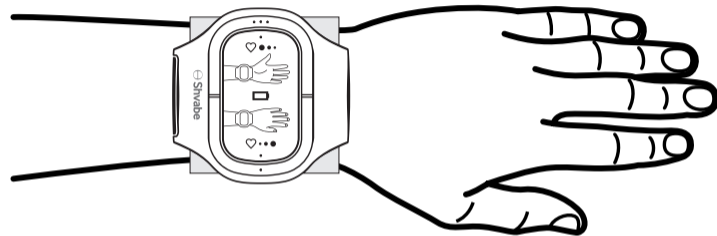

Рис.5. Положение электростимулятора на зоне TR-5 для пациентов с низким артериальным давлением
12.7.2. Зона TR-5 — зона воздействия для пациентов с низким артериальным давлением (Рис.5).